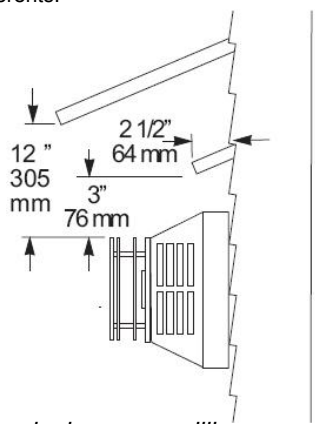

Figure 13. Dégagements des terminaisons en saillie.
- **Tout chapeau de terminaison horizontale doit avoir un dégagement vertical d'au moins 3 po de tout élément combustible en saillie situé plus haut que le chapeau, et dépassant (du bâtiment) de 2-1/2 po ou moins.** Si un élément en saillie dépasse (du bâtiment) de plus de 2-1/2 po, ce dégagement vertical doit être de 12 po des projections (Voir la fig. 13). Les projections de revêtement de vinyle exigent un dégagement par défaut de 18 po du chapeau d'évacuation.